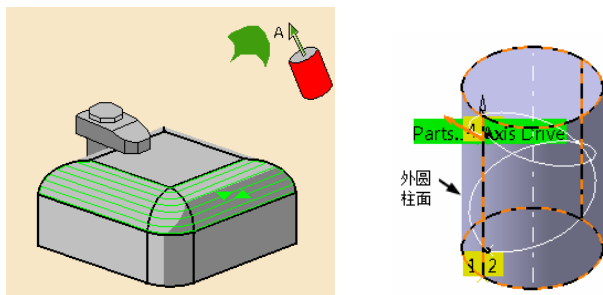

图 4-57 选择刀轴驱动曲面 (1)
- 单击驱动曲面感应区，选择刀轴驱动曲面（1）如图 4-57 所示，双击空白处返回。